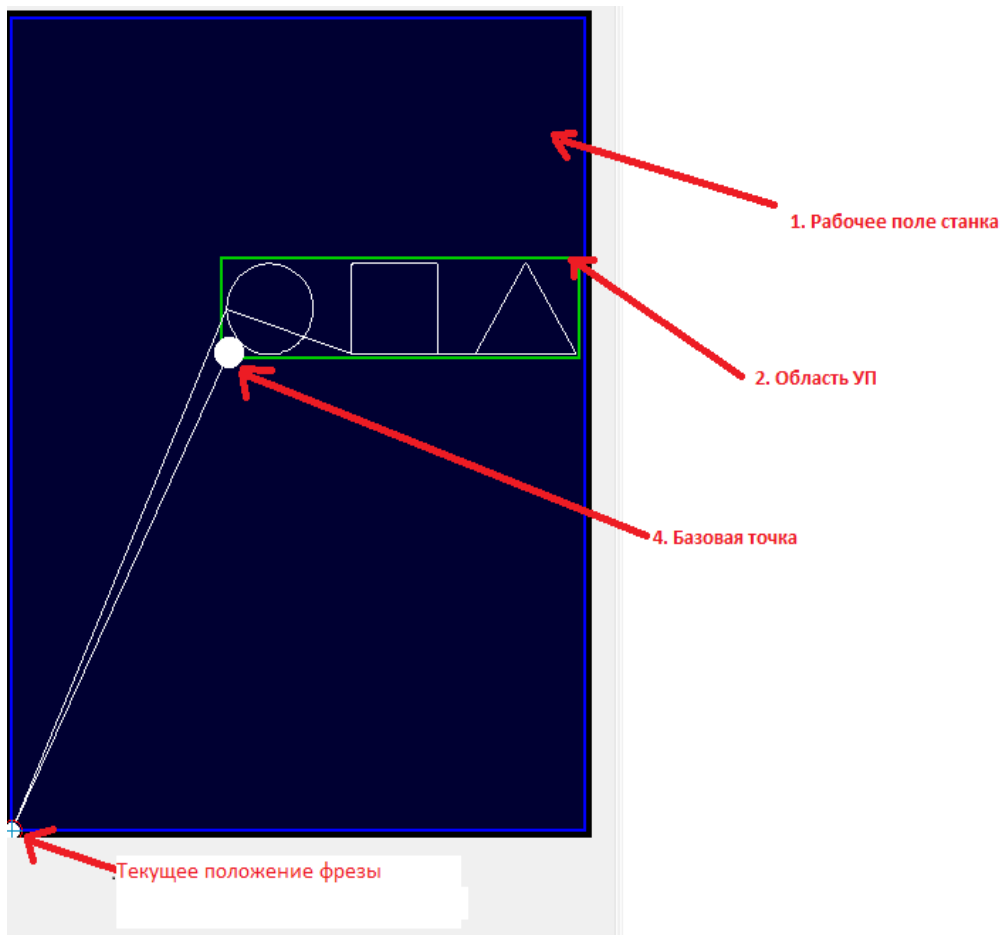

Рисунок 71. Рабочее поле станка
**Рабочее поле** - это участок поверхности входной плоскости преобразователя, который может быть использован для получения выходного изображения УП при заданных условиях контроля объекта, рисунок 71